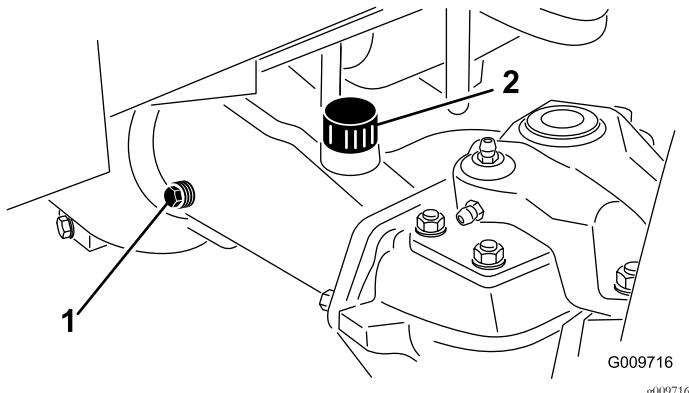

Figura 56
2. Retire o tampão de verificação que se encontra numa das extremidades do eixo (Figura 56) e certifique-se de que existe lubrificante até ao fundo do orifício.
Nota: Se o nível estiver baixo, retire o tampão de enchimento (Figura 56) e adicione lubrificante suficiente para o nível de lubrificante subir até ao fundo do orifício do tampão de verificação.